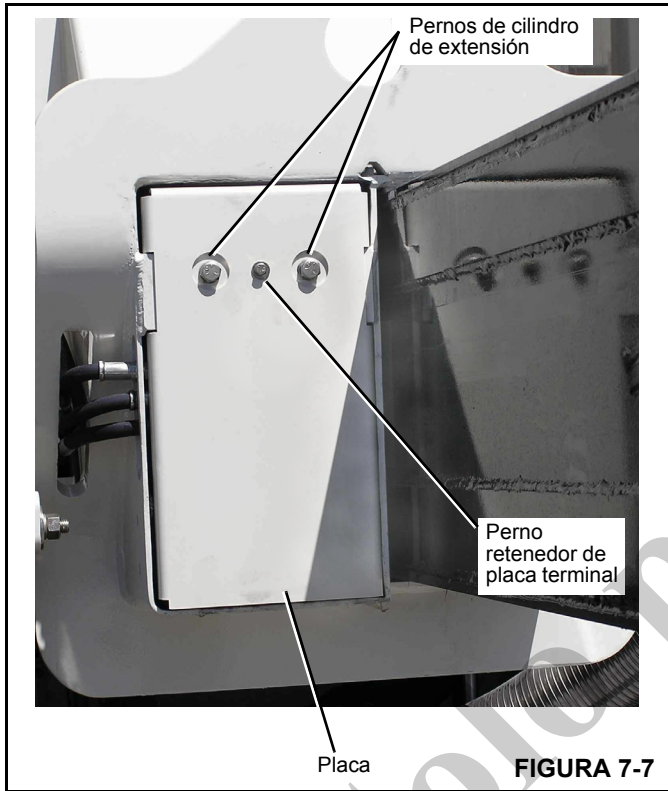

FIGURA 7-7
2. Saque el tornillo de fijación de la almohadilla de desgaste ajustable (Figura 7-7).